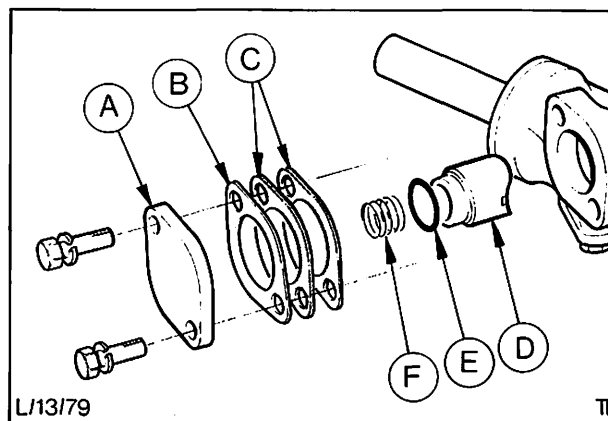

Abb. 25 Bestandteile der Gleitsteinanordnung
7. Gleitsteindeckel (2 Schrauben) abbauen, Ausgleichscheibenpaket, Dichtring, Feder und Gleitstein herausnehmen, Abb. 25.